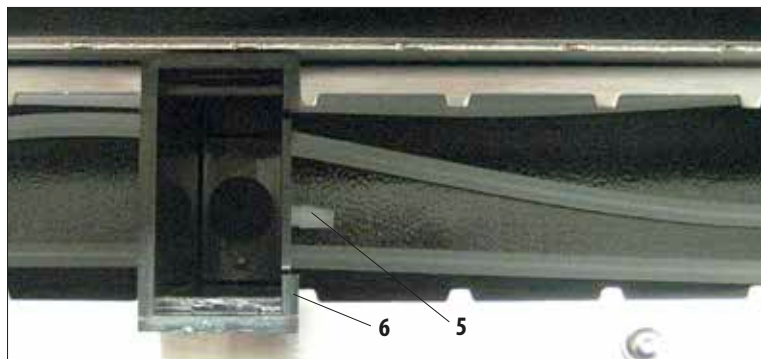

图 23
插入冲洗缸，使得软管接头 (5) 指向下载槽 (图 23)。